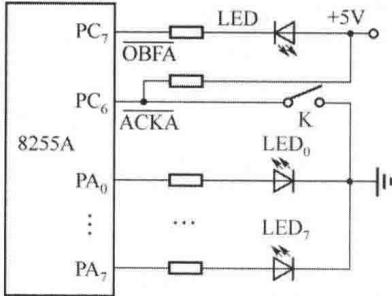

图 7-13 8255A 方式 1 输出连接电路
**【例 7-3】** 8255A 的 A 口工作在方式 1 的输出，接有 8 个发光二极管，连接电路如图 7-13 所示。现要求把内存中的 10 个数据通过 A 口发送给发光二极管（以二进制的形式供用户抄录），设 8255A 的 I/O 地址分布为 88H~8EH。